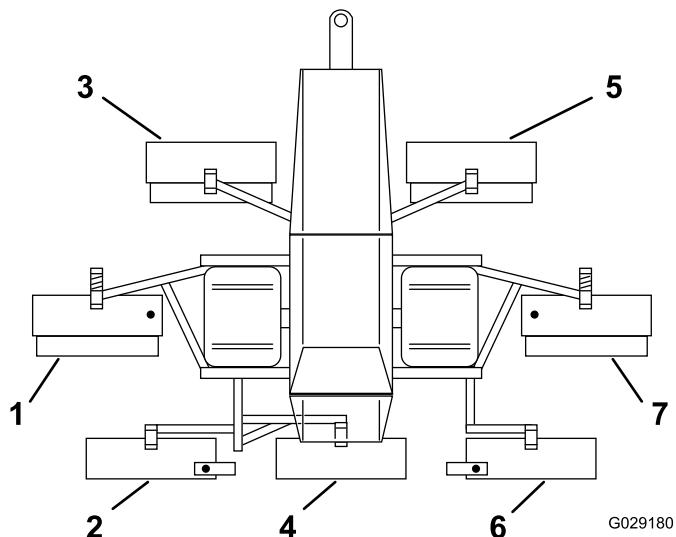

Bild 8
5. Legen Sie die Schneideeinheiten in den richtigen Positionen um die Maschine, wie in Bild 8 abgebildet.